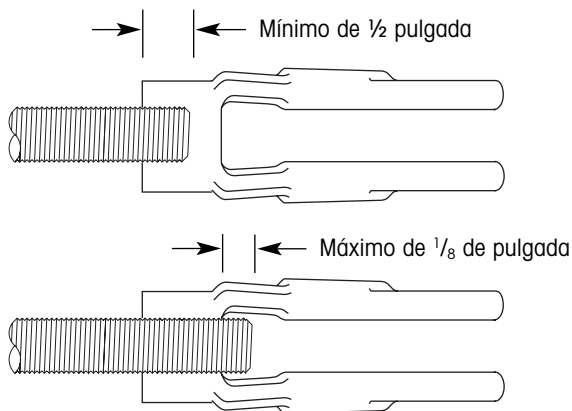

Figura 49. Enganche de la varilla y la orquilla para Meritor™
8. **Solamente cámaras de frenos de Aftermarket.** Examine la posición de la orquilla en la varilla de empuje. La cuerda roscada entre la orquilla y la varilla de empuje debe ser al menos $\frac{1}{2}$ pulgada (figura 49). Si la varilla de empuje no cumple la especificación, instale una nueva varilla de empuje y corte a la medida. Si la cuerda de la varilla de empuje se extiende a través de la orquilla más de $\frac{1}{8}$ de pulgada (figura 49), marque la varilla de empuje, remueva la orquilla y corte la varilla de empuje a la longitud adecuada.